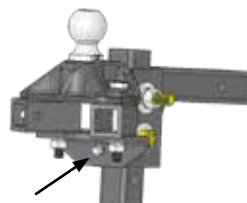

Figure 5
5. Utilisez une clé pour serrer le boulon d'inclinaison jusqu'à ce que le rivet d'espacement soit fermement installé contre la barre d'attelage. (Figure 5)